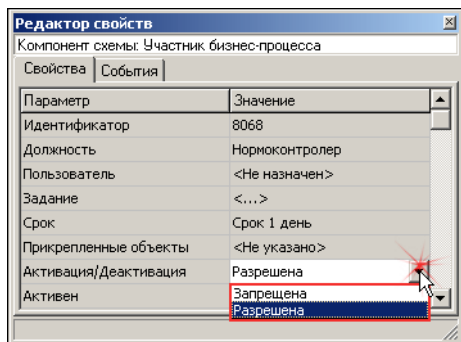

Рис. 4.25.
3. Нажмите кнопку выбора значения параметра (рис. 4.25) и укажите в раскрывшемся списке возможных значений вариант **Разрешена**. Значок компонента **Участник бизнес-процесса** изменит свой цвет – станет зеленым.